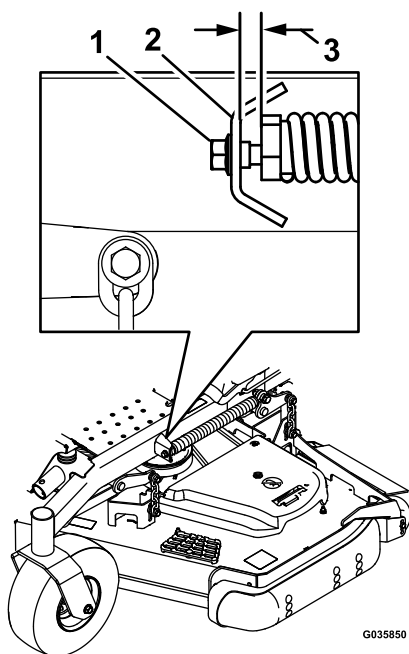

Figure 96
- B. Desserrez lentement la vis de réglage sur le ressort d'aide au levage jusqu'à ce que vous puissiez enlever la vis (voir Figure 96).